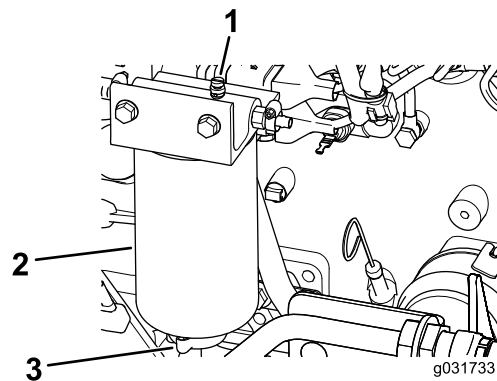

Bild 98
2. Lösen Sie das Ablassventil an der Unterseite des Filters (Bild 98).
2. Lösen Sie die Entlüftungsschraube und das Ablassventil, um etwas Kraftstoff abzulassen (Bild 98).